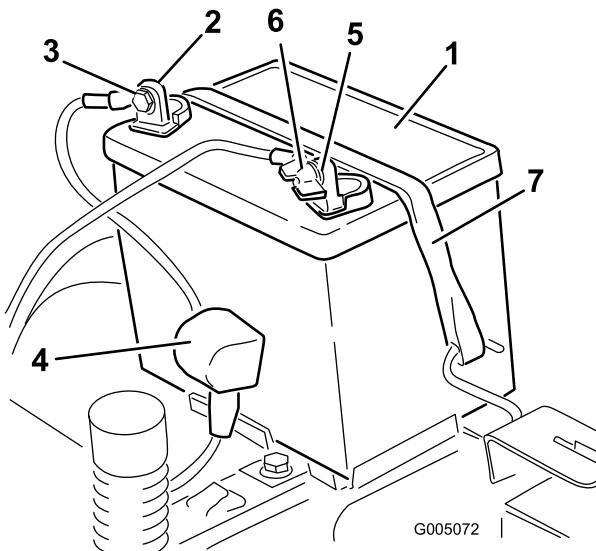

Figura 49
- Desconecte el cable negativo de tierra (negro) del borne de la batería (Figura 49).
- Desconecte el cable positivo (rojo) del borne de la batería (Figura 49).
- Retire la correa de sujeción de la batería (Figura 49) y levante la batería para retirarla de su bandeja.
1. Coloque la batería en la bandeja (Figura 49).
5. Fije la batería con la correa de sujeción (Figura 49).